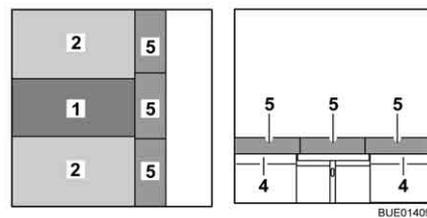

Bild 102 Nach dem Umbau
- Das dreiteilige Zusatzpolster (Bild 102,5) auf die Bettkasten-Verlängerung (Bild 102,4) legen.